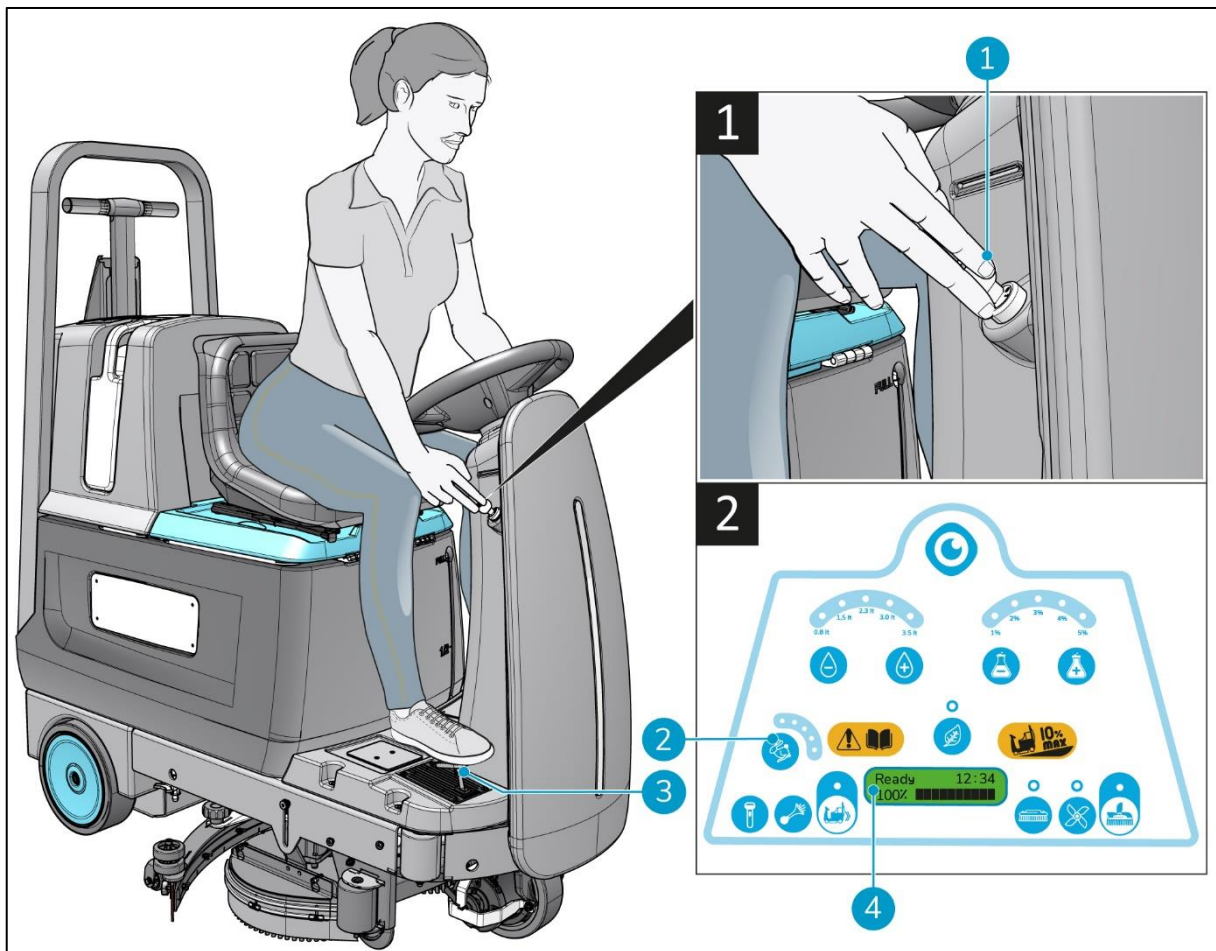

Figura 23
2. Posizionare la chiave di accensione nell'apposito foro (Figura 23, pos 1).
4. Controllare lo schermo per terminare la sequenza di avvio, verrà visualizzato "Pronto" (Figura 23, pos 4).
6. Scegliere la velocità di guida desiderata: 1 (fino a 2,5 k /h), da 2 a 5 (da 2,5 a 4,5 km/h) (Figura 23, pos 2).
7. Spingere delicatamente il pedale dell'acceleratore verso il basso (Figura 23, pos 3) per muoversi in avanti.